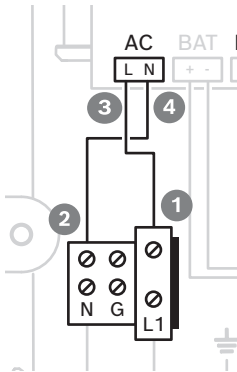

Figura 3.2: Conexiones del indicador LED
2. Conecte el cable azul al puerto marcado con una N (Figura 3.2, posiciones 2 y 4).
3. Conecte el cable marrón al puerto marcado con una L (Figura 3.2, posiciones 1 y 3).
4. Conecte el único cable marrón a la posición 3, marcada con una L (Figura 3.2).
5. Conecte el otro extremo del cable marrón a la posición 1, marcada con L1 (Figura 3.2).
6. Conecte el único cable azul a la posición 4, marcada con una N (Figura 3.2).
7. Conecte el otro extremo del cable azul a la posición 2, marcada con una N (Figura 3.2).
2. Conecte el cable neutro al terminal N (Figura 3.2).
3. Conecte el cable de fase al terminal L1 (Figura 3.2).